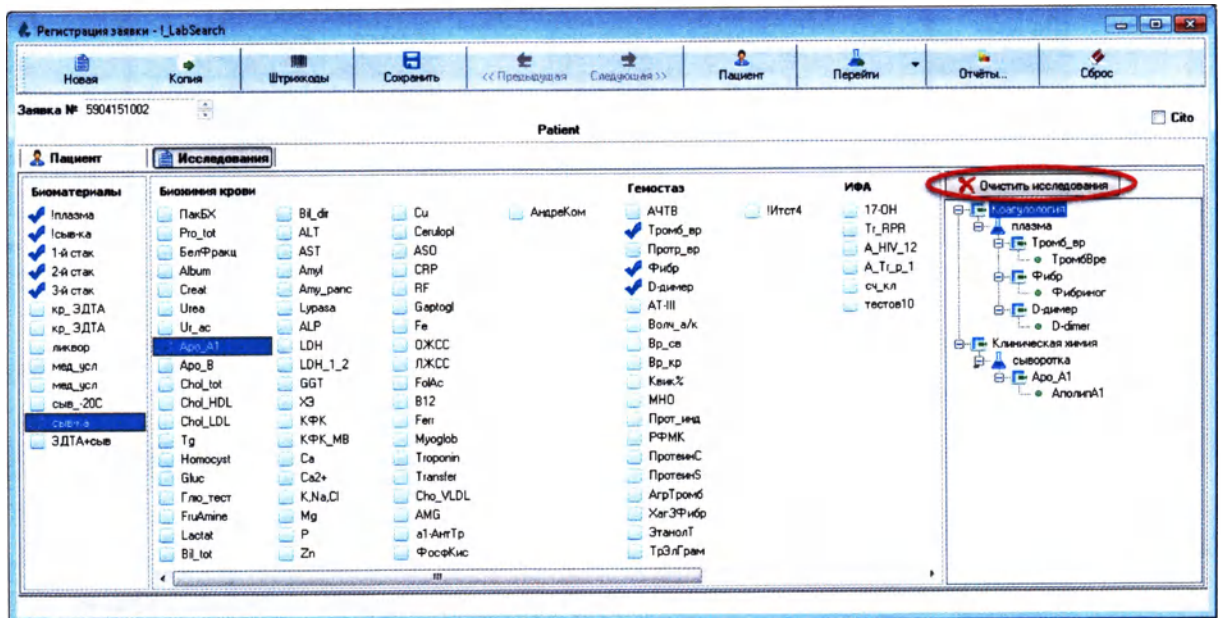

Рисунок 2.39
5. Чтобы отменить все выбранные исследования, нажмите кнопку **«Очистить исследования»** в правой части окна программы (Рисунок 2.39):